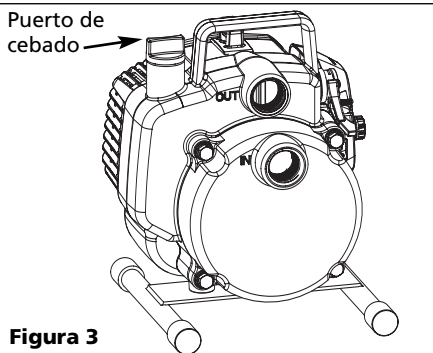

Figura 3
- Agregue agua en el puerto de cebado en la bomba (vea la Figura 3). Continúe agregando agua hasta que el nivel del agua alcance el borde [aproximadamente 1 litro (1 cuarto de galón)]. Instale el tapón de cebado. El agua en la bomba creará la succión que ceba la bomba.